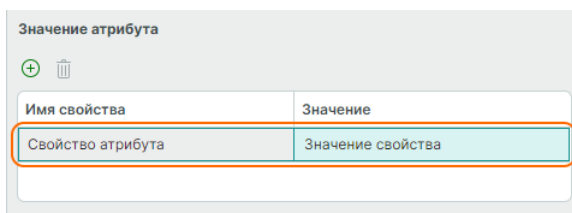

Рис. 309 Заполнение значения атрибута
2. В области «Значение атрибута» введите имя свойства и его значение, см. Рис. 309.